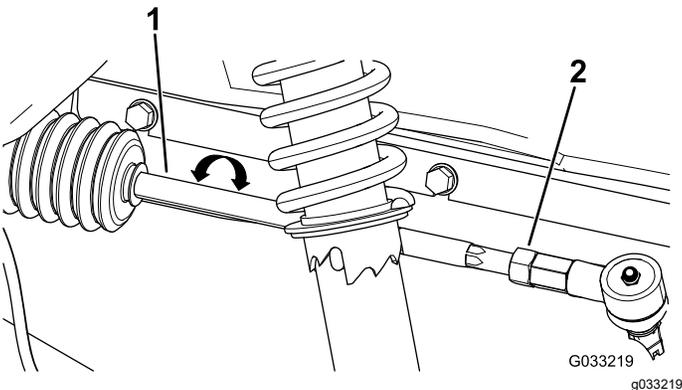

Figura 47
2. Si la distancia no está en el intervalo de 0 a +/-3 mm (0 a +/- 1/8"), afloje las contratuercas en el extremo exterior de las barras de acoplamiento (Figura 47).